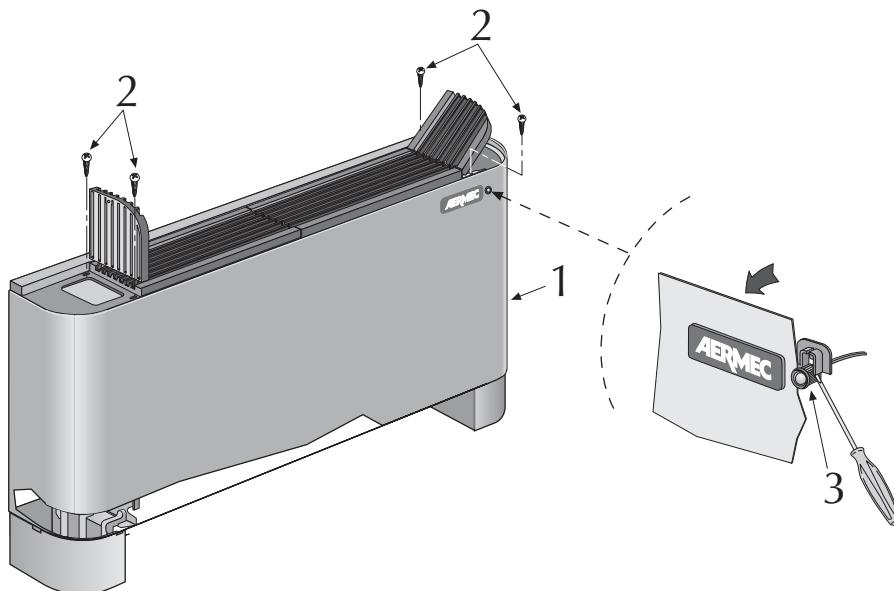

Fig. 1
- togliere il mantello di copertura (1 fig.1) svitando le viti (2); disconnettere, se necessario, la sonda ambiente (3);
- remove the cover (1 fig.1) by removing the screws (2); if necessary, disconnect the ambient sensor (3);
- retirer la carrosserie (1 fig. 1) en dévissant les vis (2), déconnecter, si nécessaire, la sonde de température ambiante (3);
- die Abdeckplatte (1 Abb.1) durch Lösen der Schrauben (2) abnehmen, falls erforderlich den Raumtemperaturfühler abnehmen (3);